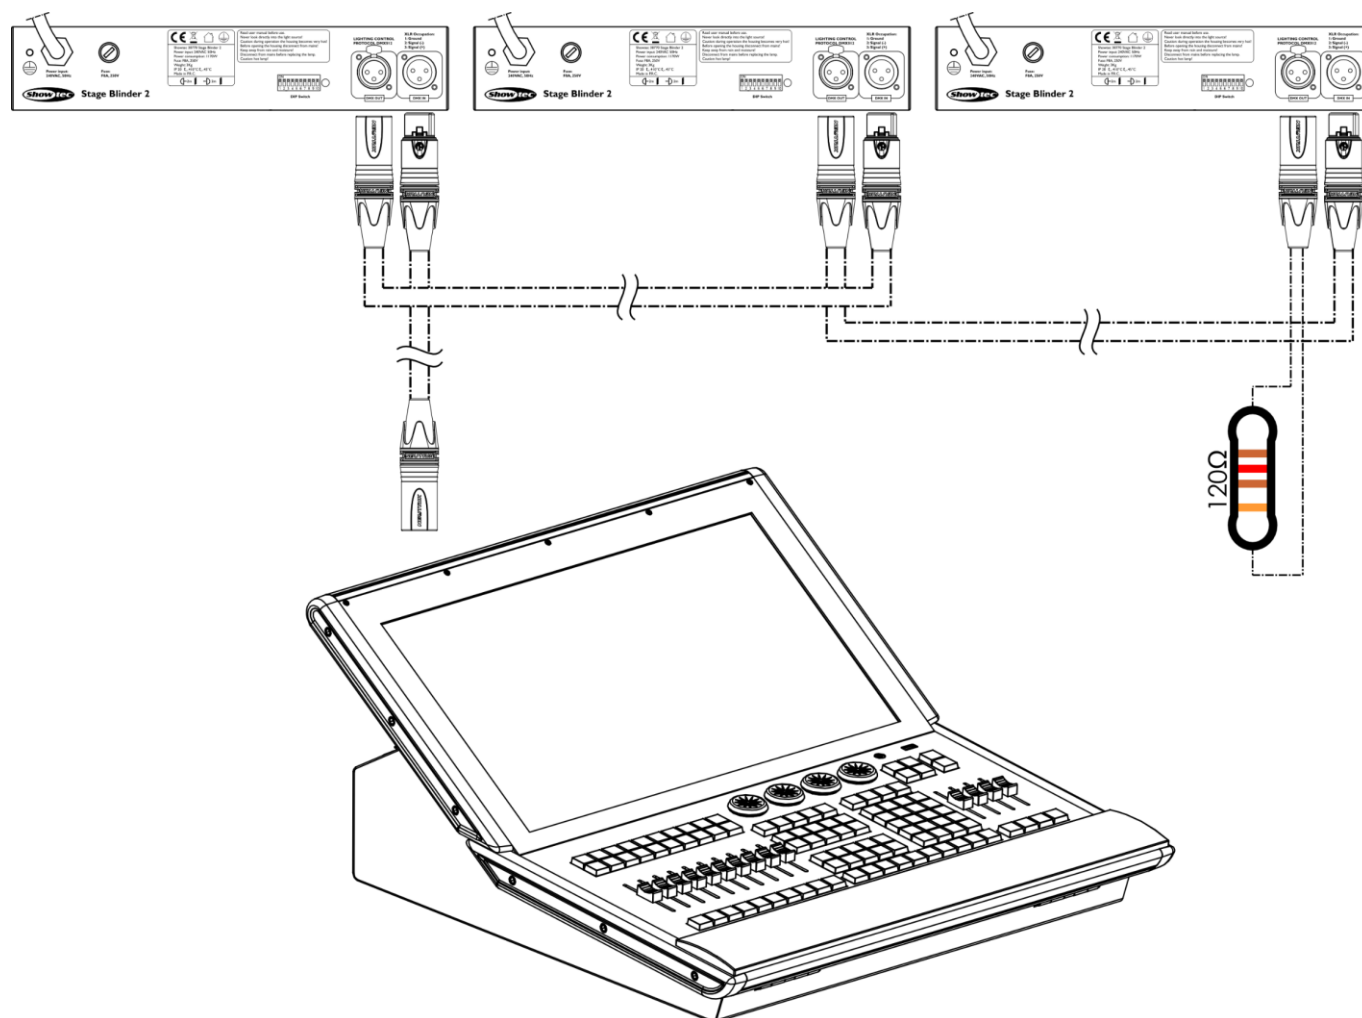

Fig. 07
- 01) Conecte los dispositivos tal y como se muestra en la fig. 07. Conecte la toma de «salida» DMX del primer dispositivo con la toma de «entrada» del segundo dispositivo mediante un cable de señal DMX. Repita este proceso para conectar el segundo, el tercero y el cuarto dispositivo.